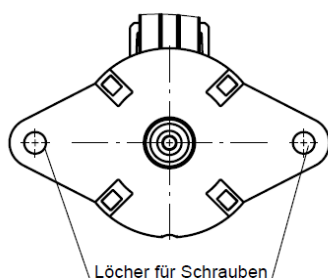

Abb. 4: Befestigung mit Schraubplatte
2. Um den Motor mit Schraubplatte (Abb.4) zu befestigen, zwei Schrauben M3 in die Durchgangslöcher schrauben.